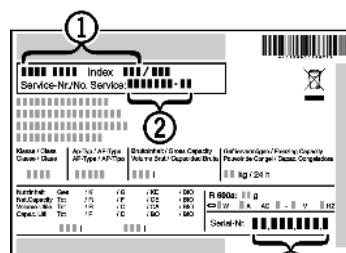

Fig. 22
- Назва пристрію Fig. 22 (1), сервісний номер Fig. 22 (2) та серійний номер Fig. 22 (3) вказані на заводській табличці. Заводська табличка знаходитьться всередині пристрію, зліва.